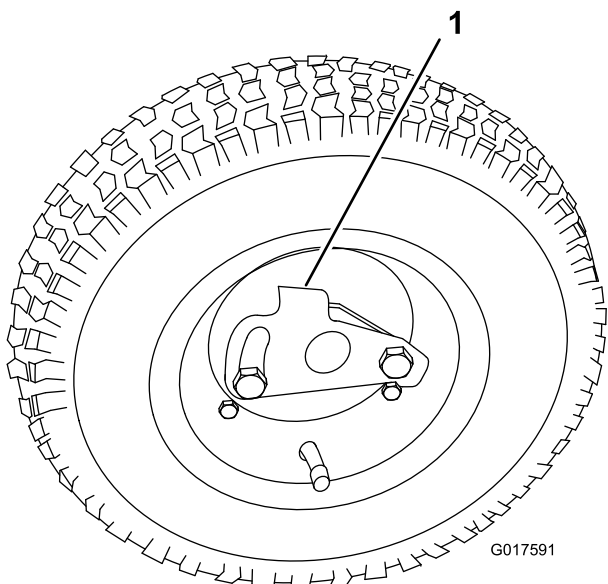

Figure 10
2. Poussez le clip de verrouillage vers le centre de la roue et faites coulisser la roue sur son arbre (Figure 10).